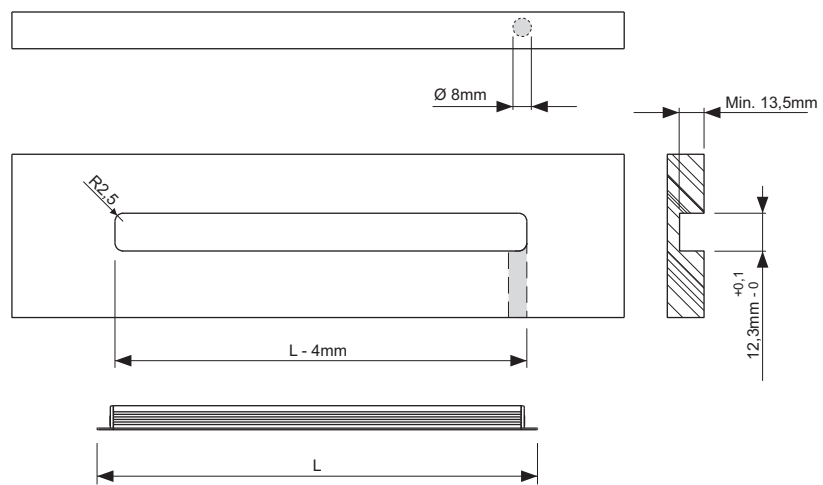
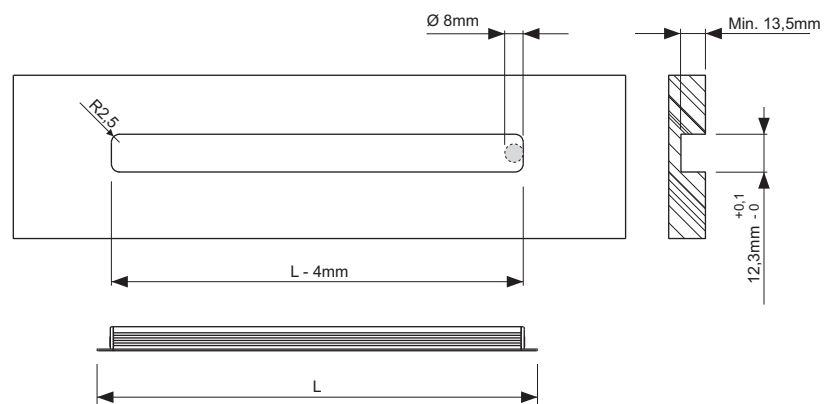

Fig.1
Fig.2
- **MISS** kann mit dem Anschlusskabel in axialer (Abb. 1) oder radialer (Abb. 2) Position zur Montagefläche installiert werden. Für Installationen mit Anschlusskabel in axialer Position eine Bohrung mit  $\phi \geq 8$  mm ausführen, wie im Beispiel in Abbildung 1 dargestellt. Für Installationen mit Anschlusskabel in radialer Position eine Bohrung auf der Montagefläche mit  $\phi \geq 8$  mm ausführen, wie im Beispiel in Abbildung 2 dargestellt. Je nach den spezifischen Anforderungen kann eine Bohrung für den Austritt des Anschlusskabels in anderen Positionen ausgeführt werden, sofern diese nicht die Funktionstüchtigkeit des Kabels und/oder des installierten Steckverbinders beeinträchtigen.
- Für die Installation von **MISS IR** die Durchgangsbohrung unter Einhaltung der in Abb. 1 angegebenen Maße ausführen.
- Les figures 1, 2 et 3 illustrent des exemples d'installation de l'appareil **MISS**. Les cotes sont indicatives car elles peuvent varier en fonction de l'application et du matériel de construction du plan d'installation.
- **MISS** peut être installé avec le câble d'alimentation en position axiale (figure 1) ou radiale (figure 2) conformément au plan de montage. - Lorsque le câble d'alimentation est installé en position axiale, percer un trou d'un diamètre supérieur ou égal à 8 mm comme indiqué sur la figure 1.
- Lorsque le câble d'alimentation est installé en position radiale, percer un trou sur le plan de montage d'un diamètre de supérieur ou égal à 8 mm comme indiqué sur la figure 2. En cas d'exigences particulières, il est toutefois possible de percer le trou de sortie du câble d'alimentation dans d'autres positions, à condition qu'elles ne compromettent pas l'intégrité du câble, ni celle du connecteur qui y est fixé.